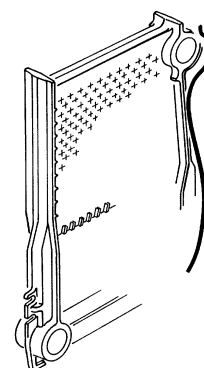

Fig. 4
- Colocar la masilla en la ranura prevista para la estanqueidad de los humos, aplicando una ligera presión [fig. 4].